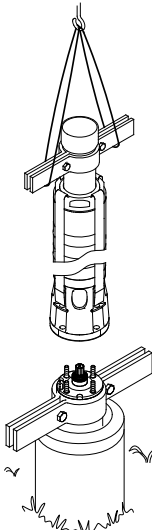

Fig. 16 Ridicarea pompei în poziție
- 3. Ridicați partea de pompă cu ajutorul brățărilor de țevi montate pe țeava verticală. Vezi fig. 16.